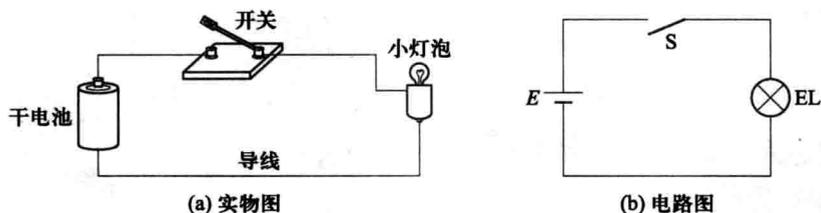

图 1.3 简单电路图
将干电池、小灯泡、导线和开关按如图 1.3(a)所示连接,图 1.3(b)所示是它的电路原理图。
① **电源** 图 1.3 中,干电池是电路的电源。电源是供给电能的装置,它把其他形式的能转换成电能。如干电池或蓄电池把化学能转换成电能,发电机把机械能转换成电能,光电池把太阳的光能转换成电能等。
② **负载** 图 1.3 中,小灯泡是电路的负载。负载,也称用电设备或用电器,是应用电能的装置,它把电能转换成其他形式的能量。如电灯把电能转换成光能,电动机把电能转换成机械能,电热器把电能转换成热能等。
③ **导线** 导线把电源和负载连接成闭合回路,输送和分配电能。常用的导线是铜线和铝线。
④ **控制和保护装置** 图 1.3 中,开关是电路的控制装置。为了使电路安全可靠地工作,电路通常还装有开关、熔断器等器件,对电路起控制和保护作用。常见的控制和保护装置有开关、低压断路器(空气开关)和熔断器等。
(3) 识别电路工作状态